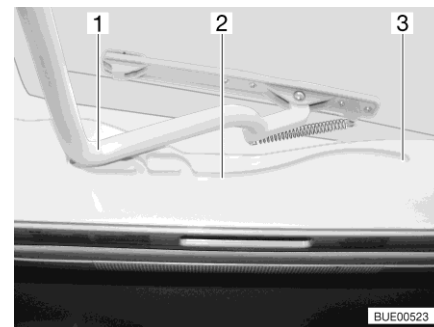

Fig. 34 Guida (oblò inclinabile)
- Tirare la staffa (Fig. 34,1) nelle guide (Fig. 34,2) fino alla posizione più all'indietro (Fig. 34,3).
- Spingere la staffa (Fig. 34,1) leggermente verso l'alto con ambedue le mani.
- Tirare la staffa nelle guide (Fig. 34,2) fino alla posizione desiderata.